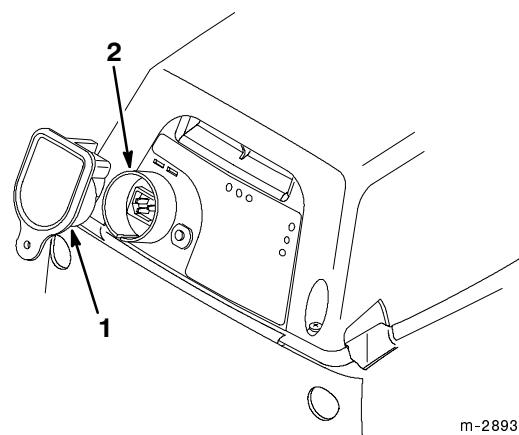

Figure 13
2. Retirer la clé si elle se trouve encore dans la prise (Fig. 13).
1. Retirer la clé de la prise (Fig. 13).